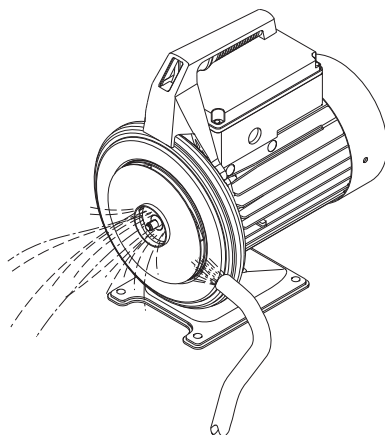

Abb. 7 Reinigen des Laufwerks
7. Prüfen, ob das Laufrad (Pos. 49) verschmutzt ist. Falls das Laufrad verschmutzt ist, das Laufrad mit Hilfe einer weichen Bürste oder einem Wasserstrahl reinigen. Siehe Abb. 7.